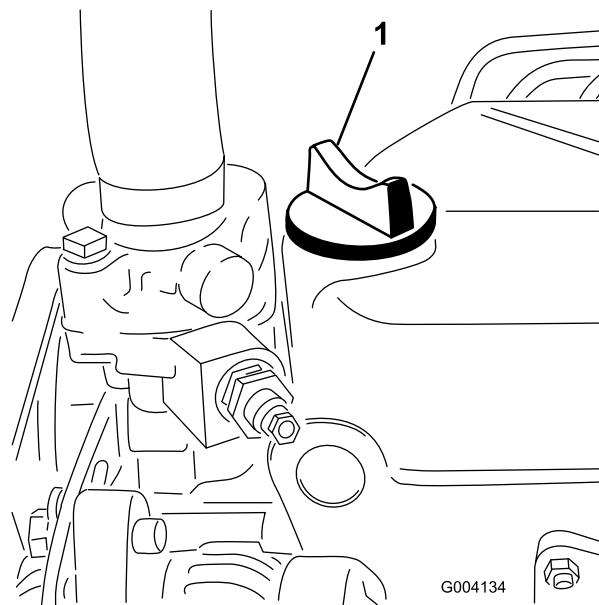

Figure 31
5. Si le niveau n'atteint pas le repère maximum, enlevez le bouchon de remplissage (Figure 31) et faites l'appoint jusqu'à ce que le niveau correct soit atteint.